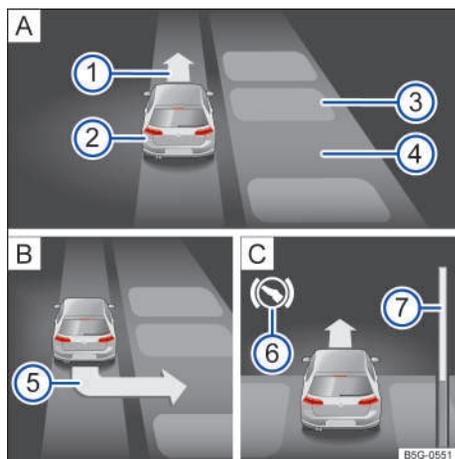

Fig. 112 En el display del instrumento combinado: estacionar lado a lado. **A** Buscar una plaza de estacionamiento. **B** Posición para estacionar. **C** Maniobrar.
- Estacionar cuando aparezca en la pantalla del instrumento combinado la indicación de estacionamiento → **fig. 112** **U** → pág. 144.
Leyenda de la → fig. 112 (modo de estacionamiento de lado a lado con marcha atrás):
- Frenar cuando suene una alarma acústica que indica el cambio de dirección, se enciende la flecha → fig. 112 , se enciende el símbolo blanco o se muestra un mensaje.